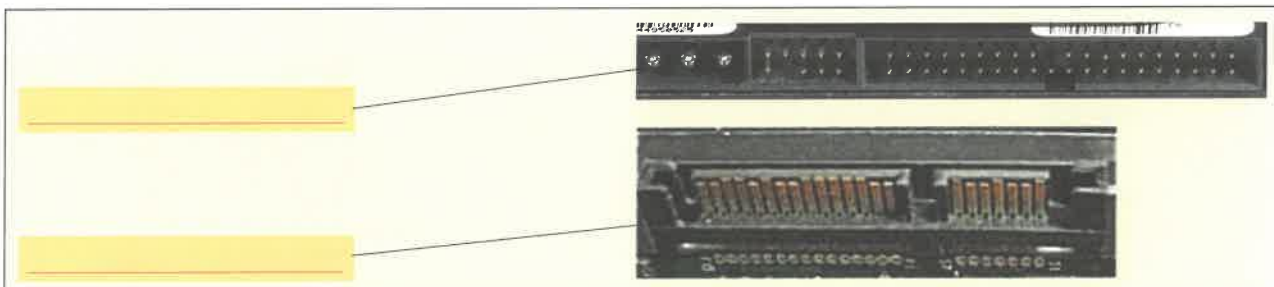

Bild 1: Anschlüsse für Festplatten-Laufwerke
7. Bezeichnen Sie Schnittstellenstandards der im **Bild 1** dargestellten Anschlüsse für Festplatten-Laufwerke.